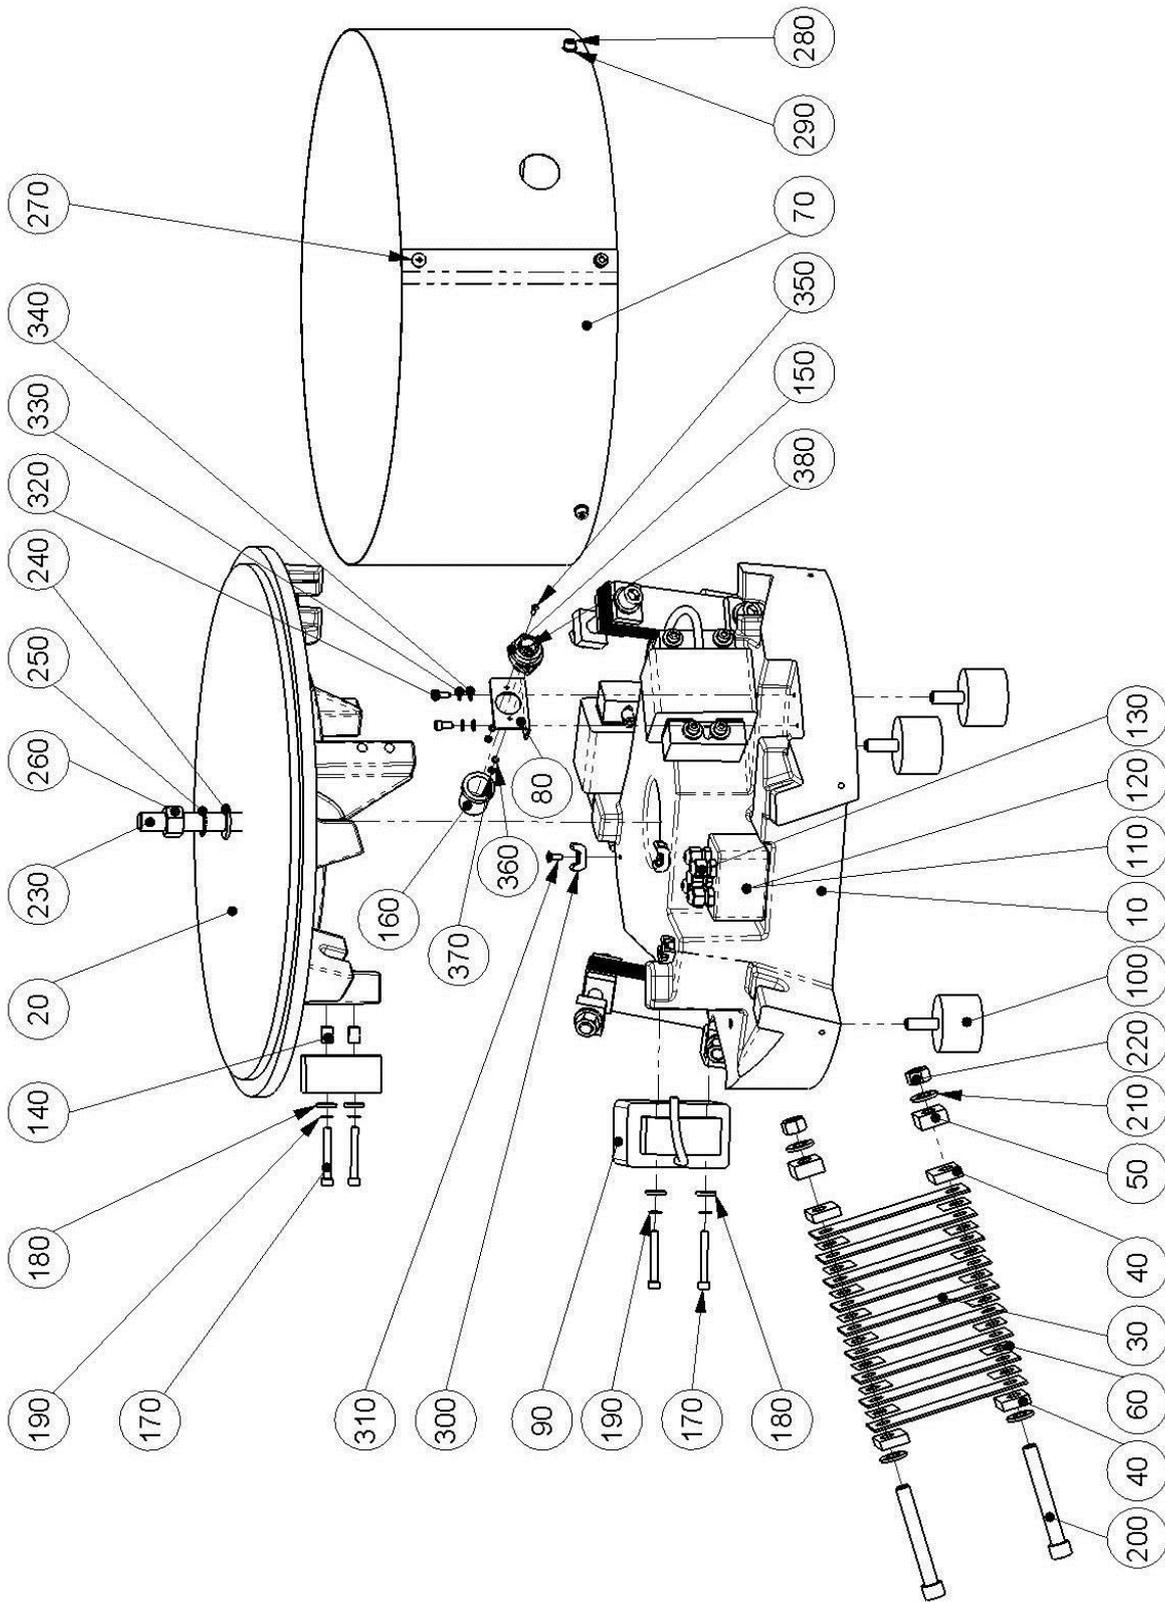

Abb. 16: Ersatzteile
- Positions-Nummer gemäß Ersatzteilliste und Abb. 16 (→*Seite 62*)